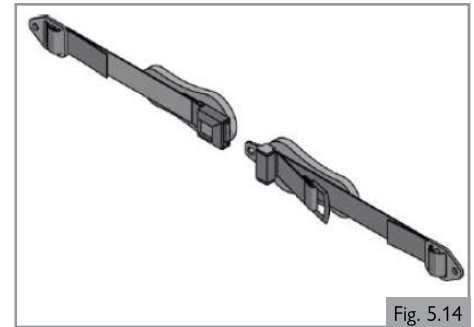

Fig. 5.14
5.6 Cinturón de dos puntos/cinturón de posicionamiento en el asiento (Fig. 5.14)